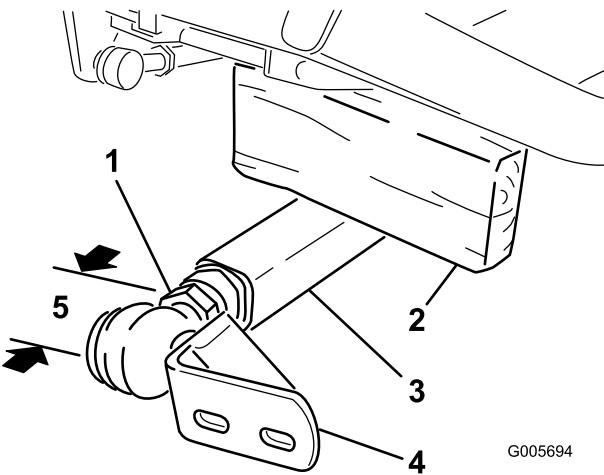

Figura 6
3. Fatevi aiutare da un'altra persona ad abbassare il braccio di spinta sinistro. Inserite un blocco di legno 51 x 102 mm tra il telaio e la parte superiore del braccio di spinta (Figura 6). Avvitate il giunto sferico sul braccio di spinta sinistro in modo che il centro del giunto sferico sia a 60 mm (2-3/8 poll.) dalla parte anteriore del braccio di spinta (Figura 6). Non serrate il controdado.